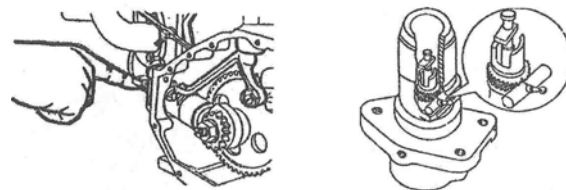

Рис. 7
6. При установке наклонной направляющей вилки убедитесь, что шарик на раме впрыскивающего насоса вставлен в паз наклонной направляющей вилки, а задняя часть рамы защищает корпус впрыскивающего насоса на 5~6 мм (Рис. 7).
При установке впрыскивающего насоса после снятия, установочные метки на штоке и регулировочным шестеренчатым кольцом/раме должны быть совмещены (Рис. 7).